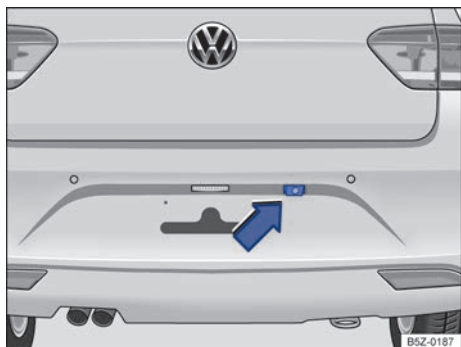

Fig. 95 No para-choque traseiro: local de instalação do assistente de condução em marcha a ré.
- ✓ Uma imagem confiável e clara, por exemplo, condições de visibilidade boas e uma lente limpa → Fig. 95.
A câmera de marcha a ré → Fig. 95 (seta) somente fornece imagens bidimensionais. As reentrâncias, bem como os objetos salientes no solo ou as peças salientes de outros veículos, são difíceis de serem reconhecidas ou não podem ser reconhecidas devido à ausência de profundidade no display.
Manter a lente da câmera → Fig. 95 limpa, sem neve e sem gelo: